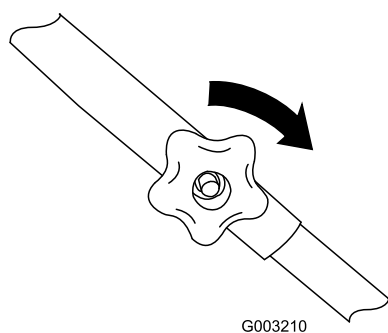

Figure 5
4. Montez les boulons et les boutons de la partie supérieure du guidon, les boutons à l'extérieur, et serrez les boutons au maximum (Figure 5).